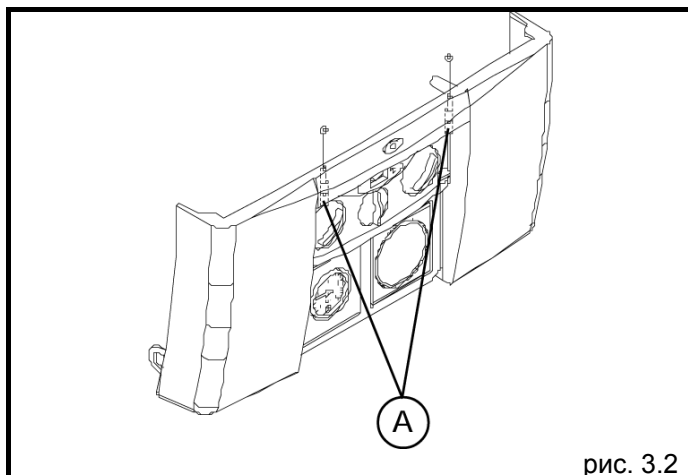

рис. 3.2
- простой отверткой отвинтите два винта А, которые держат панель управления (рис. 3.2)